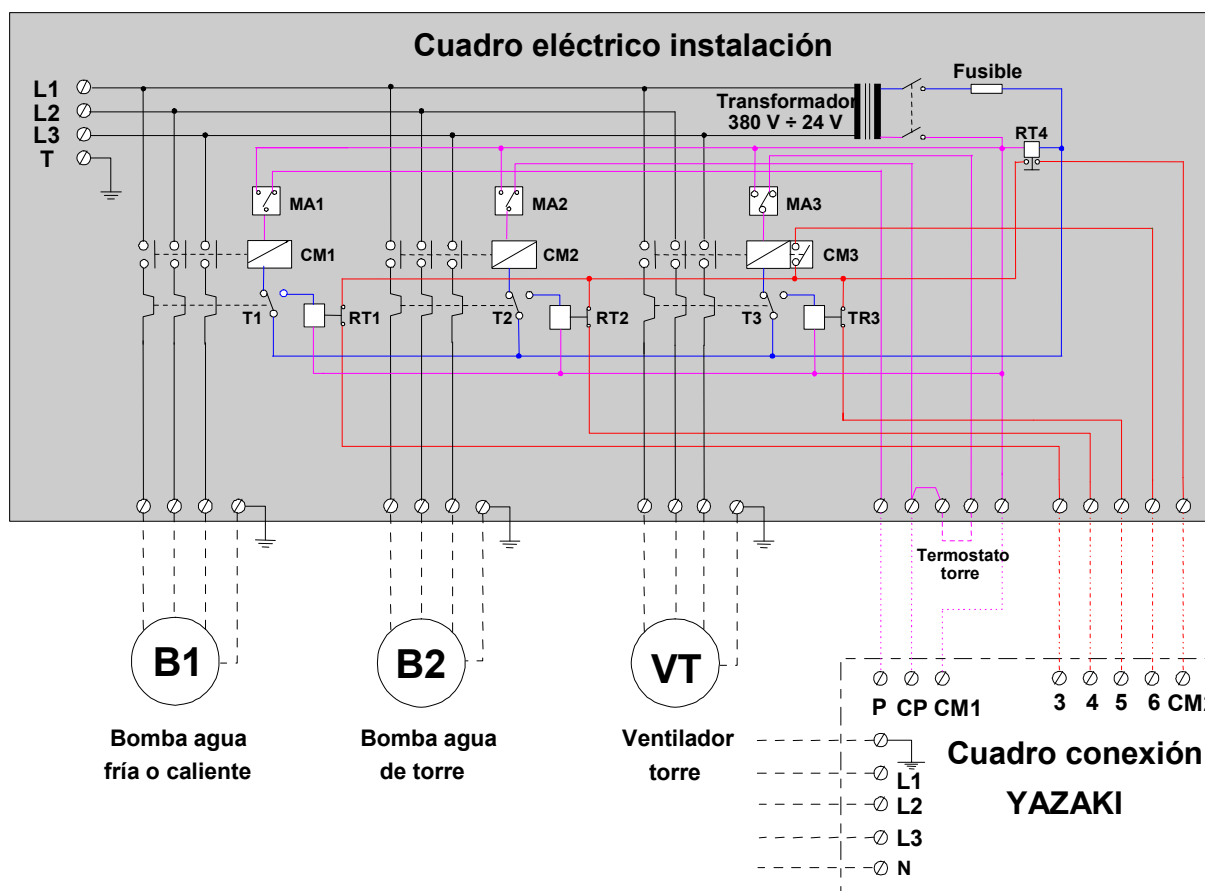

Figura 12
El cableado de señalización del funcionamiento de las bombas de circulación y del ventilador de la torre, que conecta el **Cuadro de Alimentación** con el **Cuadro de Conexión** de la unidad YAZAKI, situado en la parte posterior del equipo, trabaja con corriente de 24 voltios. Ver esquema del Cuadro de Alimentación en la figura 12 del apartado 4 de éste mismo capítulo. El transformador de 380VAC/24VCC deberá ser del tipo de circuitos separados.
El instalador debe construir un cuadro eléctrico según el esquema de la figura 12. Es absolutamente imprescindible que el cuadro eléctrico se construya de acuerdo éstas especificaciones, ya que debe permitir al microprocesador de la plata YAZAKI gestionar, según las necesidades, el funcionamiento de la máquina, las bombas de la instalación conectadas a los circuitos hidráulicos a la misma y el ventilador de la torre de enfriamiento.
según queda reflejado en la figura 12. El instalador eléctrico debe estar absolutamente seguro de que el esquema y las tensiones son las correctas antes de efectuar su conexión a la máquina. En caso de duda consultar con ABSORSISTEM, ya que una conexión inadecuada comportaría la **pérdida de la garantía**.
- Cuadro de Alimentación eléctrica según figura 12, instalado.